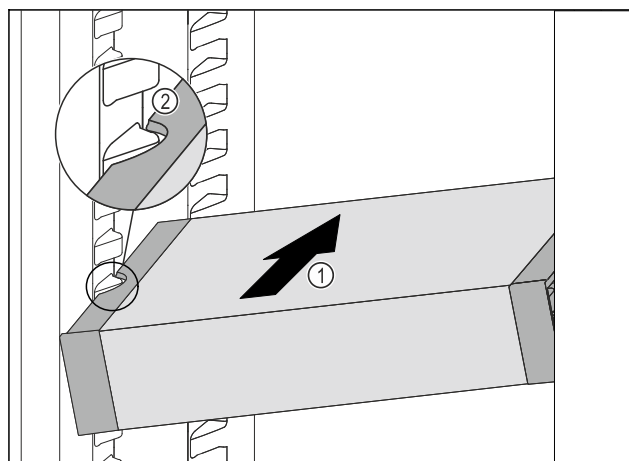

Fig. 129
- ▶ Skyv VarioSafe skrått inn i kjøleskapsdelen Fig. 129 (1), til utsparingene på sidene av Fig. 129 (2) VarioSafeser på nivå med rillene i kjøleskapet.